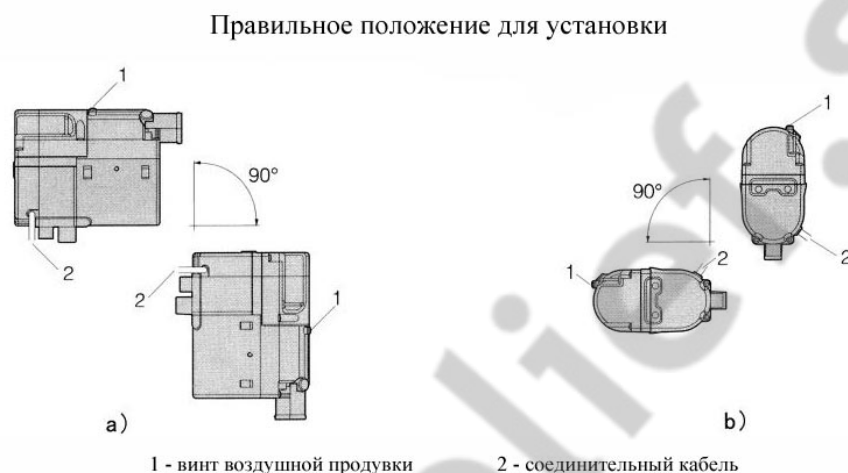

Рис. 4
4.2.3 При выборе положения для установки печки необходимо учитывать, что винт воздушной продувки всегда должен находиться сверху чтобы облегчить выход воздуха из трубки для охлаждающей жидкости. При установке возможны различные положения печки, но они не должны отличаться от «правильного положения для установки» более чем на 90°, как показано на Рис. 4.